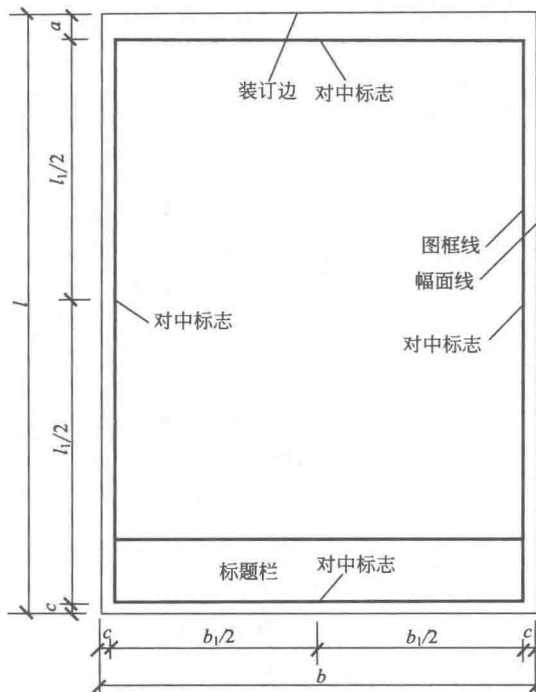
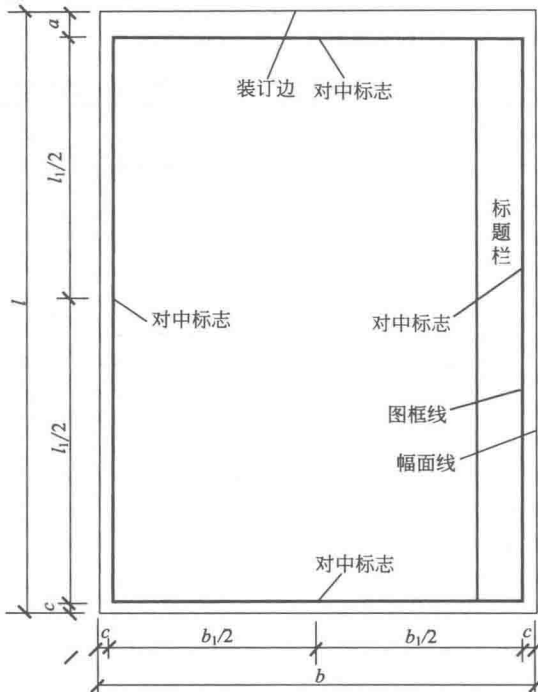

图 2-3 A0~A4 立式幅面 (一)
图 2-4 A0~A4 立式幅面 (二)
②立式使用的图纸应按如图 2-3、图 2-4 所示的形式布置。